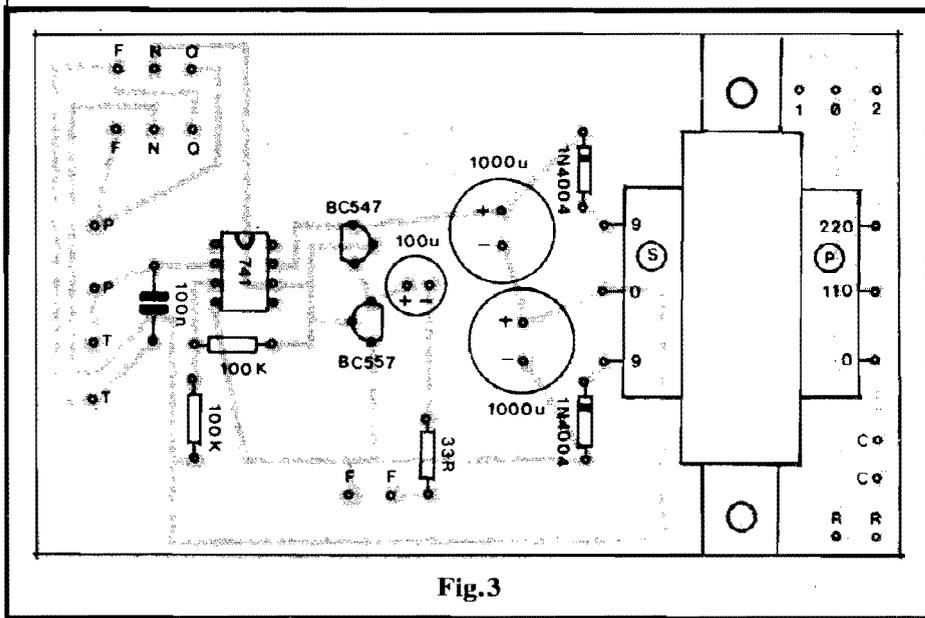

Fig. 3
- FIG. 3 - "CHAPEADO" DA MONTAGEM - Fica "visualmente explicado" por que a placa deve ser tão "folgada"... A presença do transformador de força sobre o Impresso, obriga a uma certa "largueza", ao mesmo tempo em que beneficia eventuais manutenções, trocas de componentes, etc. Como se trata de uma montagem para profissionais, não vamos enfatizar aqui detalhes mais elementares, porém lembramos da necessidade de se manter atenção especial quanto aos componentes polarizados e suas posições (Integrado, transístores, diodos e capacitores eletrolíticos). A respeito